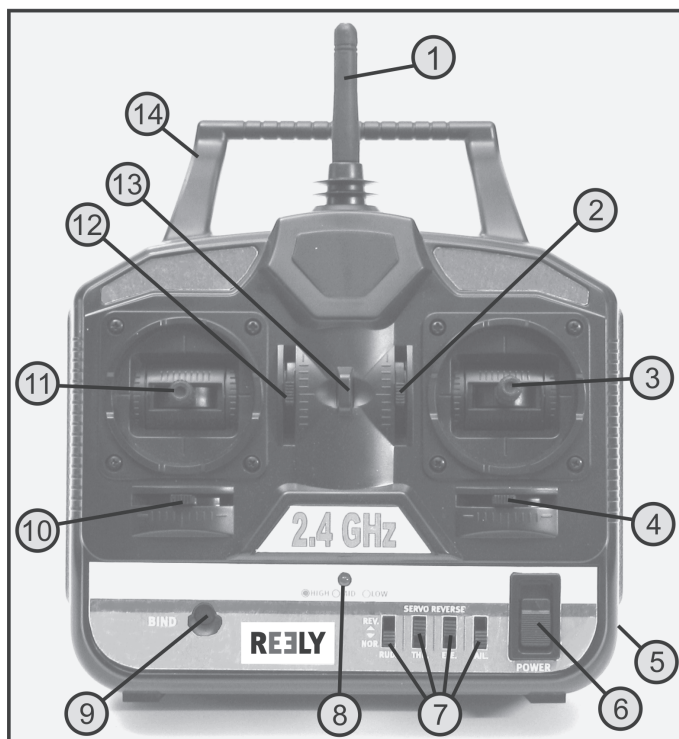

Figure 1
Une fois les batteries chargées ou les piles insérées, allumez à titre d'essai l'émetteur au moyen de l'interrupteur marche/arrêt (voir fig. 1, pos. 6). L'indicateur à DEL vert (voir fig. 1, pos. 8) vous signale que l'alimentation électrique de l'émetteur est suffisante.
Poussez le levier de commande de la fonction Pas (voir fig. 1, pos. 11) sur l'émetteur et amenez le curseur du trim pour la fonction Pas (voir fig. 1, pos. 12) dans la position la plus basse.